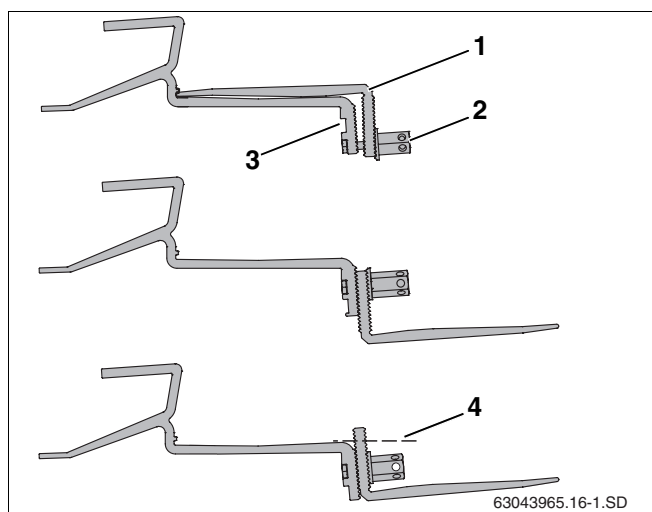

Fig. 17 Volver a posicionar la parte inferior de los ganchos de tejado
- ▶ Suelte la tuerca hexagonal larga (fig. 17, **pos. 2**).
- ▶ Introduzca el tornillo en el orificio superior (fig. 17, **pos. 3**).
- ▶ Fije sin apretar la parte inferior del gancho de tejado (fig. 17, **pos. 1**). No apriete aún la unión.